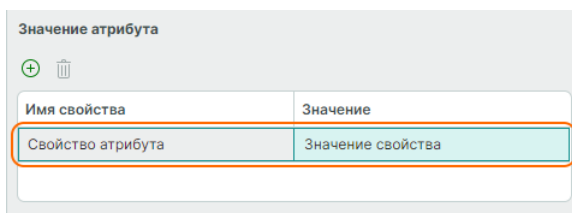

Рис. 333 Заполнение значения атрибута
2. В области «Значение атрибута» введите имя свойства и его значение, см. Рис. 333.